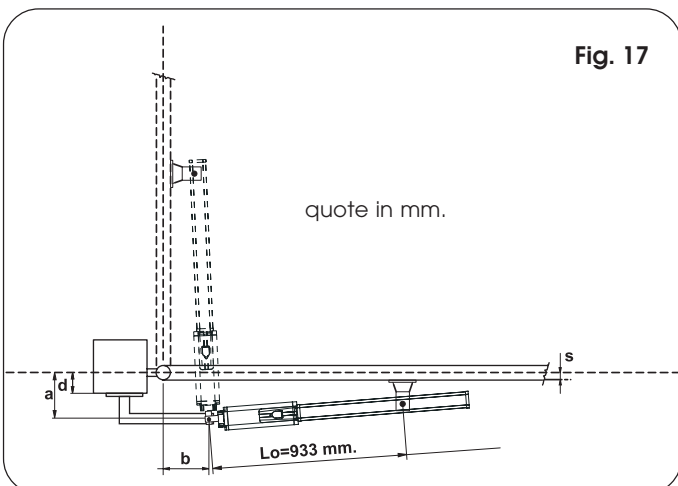

Fig. 17
9.1. APERTURA VERSO L'ESTERNO CON MONTAGGIO DELL'OPERATORE ALL'INTERNO (Fig. 17)